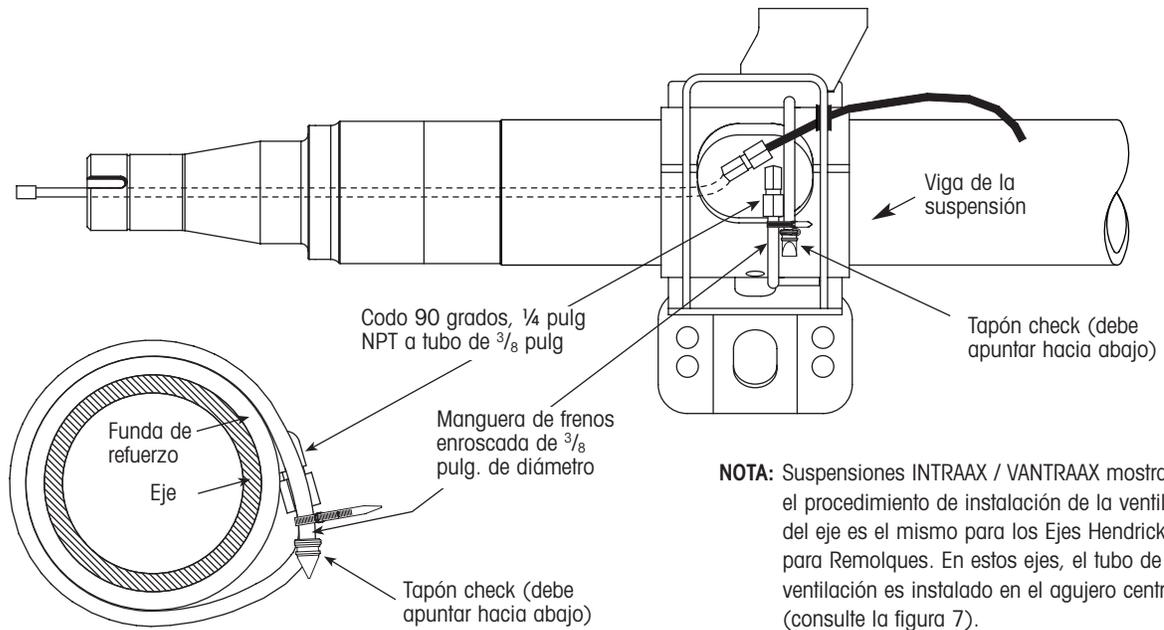

Figura 21. Instalación típica de la manguera de ventilación del eje
1. Instale un codo de 90 grados, ¼ pulg NPT macho a tubo de ⅜ pulg, en el barreno de ¼ pulg libre en el tubo del eje (figura 21).
2. Instale la manguera enroscada de ⅜ pulg de diámetro alrededor del eje. En suspensiones INTRAAX / VANTRAAX, instale la manguera enroscada alrededor del eje por dentro de la viga de la suspensión como se muestra en la figura 21. Si no está ya instalado, instale el tapón check a la manguera asegurándose que apunte hacia abajo para prevenir contaminación (figura 21). Para colocar el tapón check, deslice el tapón check en el tubo y asegúrelo con la abrazadera proporcionada. No use pegamento o alguna otra sustancia que pueda taponar el tapón check.